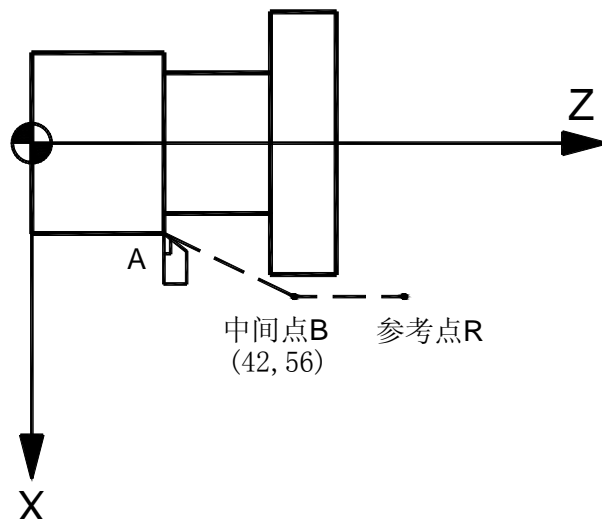

图 2-3
(1) 以快速回零速度 (由参数 P101 设定) 从当前位置定位到指令轴的中间点位置 (A 点—B 点), 如图 2-3。
(2) 以快速回零速度从中间点向参考点方向移动 (B 点—R 点)。
(3) 检测到减速信号后, 低速运行 (由参数 P100 设定) 寻找精定位信号。
(4) 检测到精定位信号后，返回零点执行完毕，回零灯亮。